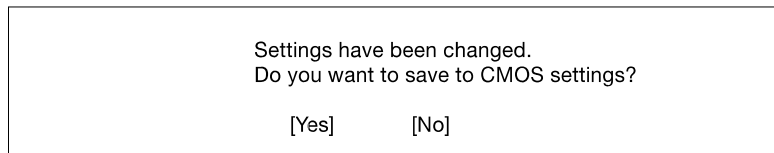

図3-15 [Exit Setup] 画面
2. **Esc** キーを押すと [System Security] メニューに戻ります。もう一度 **Esc** キーを押すとセットアップ (Setup) が終了します。図3-15に示す **Exit Setup** 画面が表示されます。